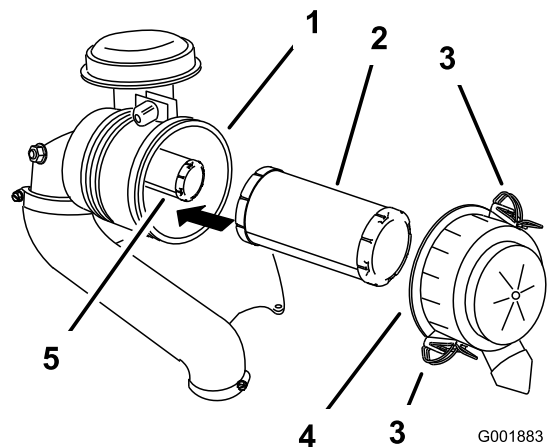

Figure 29
3. Déverrouillez le filtre à air et détachez le couvercle du boîtier du filtre (Figure 29).
5. Sortez le préfiltre du boîtier du filtre avec précaution (Figure 29).
2. Si vous remplacez l'élément de sécurité, insérez-le avec précaution dans le boîtier du filtre (Figure 29).
3. Glissez ensuite le préfiltre sur l'élément de sécurité avec précaution (Figure 29).
4. Reposez le couvercle du filtre à air, le côté portant l'inscription **UP** en haut, et verrouillez-le (Figure 29).